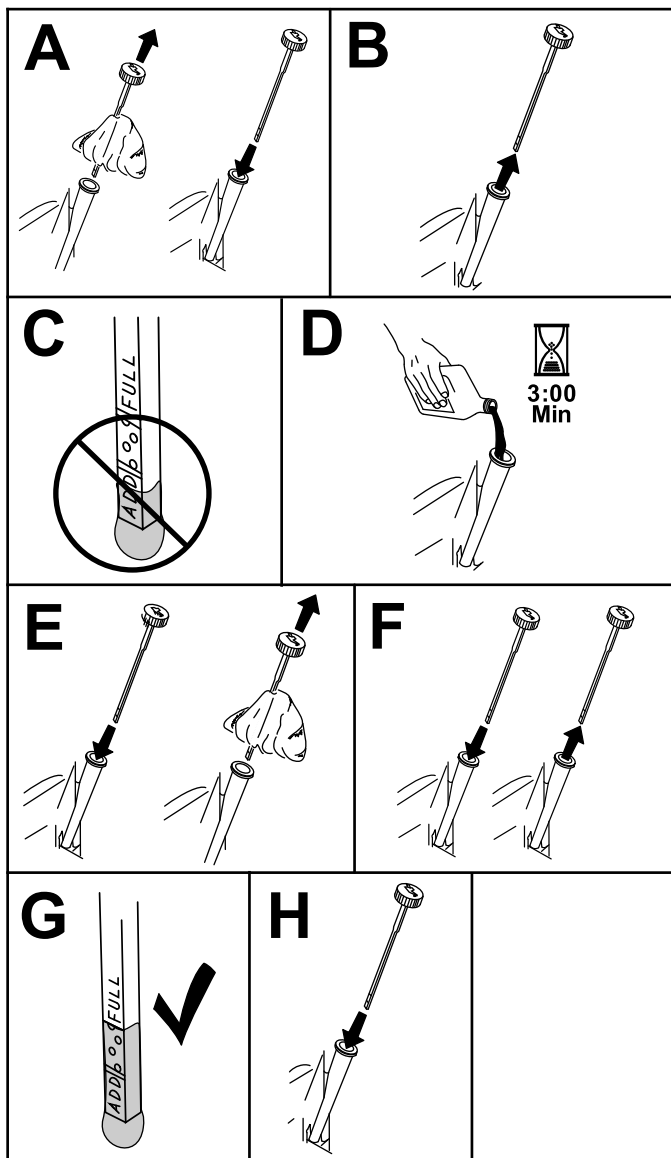

Figure 37
3. Pour éviter de faire tomber de l'herbe, de la poussière, etc., dans le moteur, nettoyez la surface autour du bouchon de remplissage-jauge d'huile, avant de l'enlever (Figure 37).